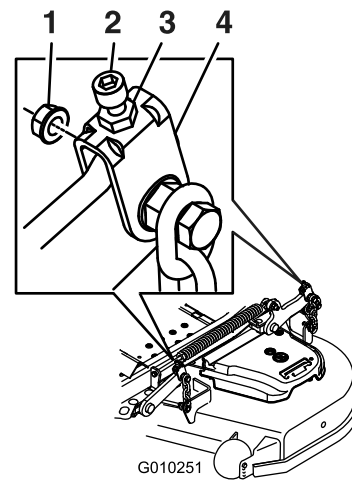

Figura 88
11. Para las carcasas de corte identificadas en Figura 88, gire la tuerca de ajuste del conjunto de elevación de la carcasa delantera para modificar la altura (Figura 88).
17. Gire el tornillo de ajuste hasta obtener una altura de 8.3 cm (3¼") (Figura 88).